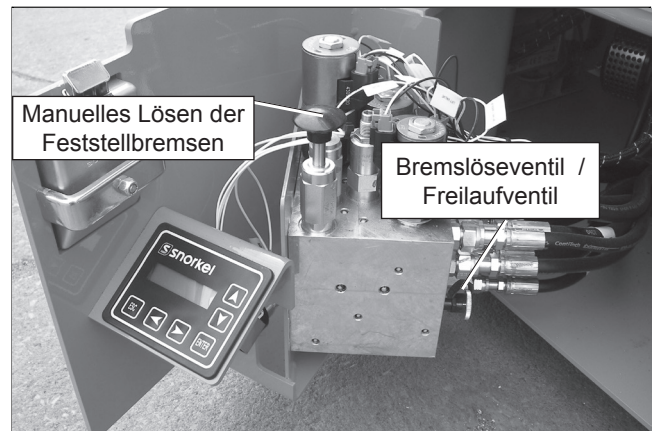

Abbildung 7 – Hydraulikfach
1. Entriegeln und öffnen Sie das Steuerventilfach auf der rechten Seite der Maschine. Das Bremslöseventil/Freilaufventil befindet sich an der Rückseite der Hydraulik-Sammelleitung (siehe Abbildung 7).